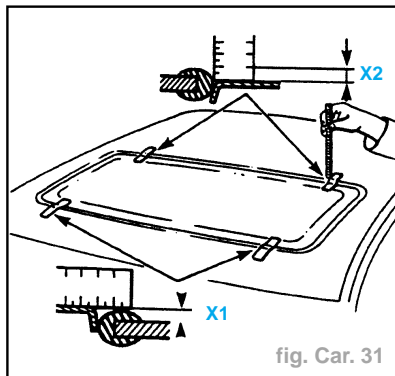

fig. Car. 31
- Régler le panneau mobile en s'aidant d'un régllet (mm) (fig. Car. 31) :